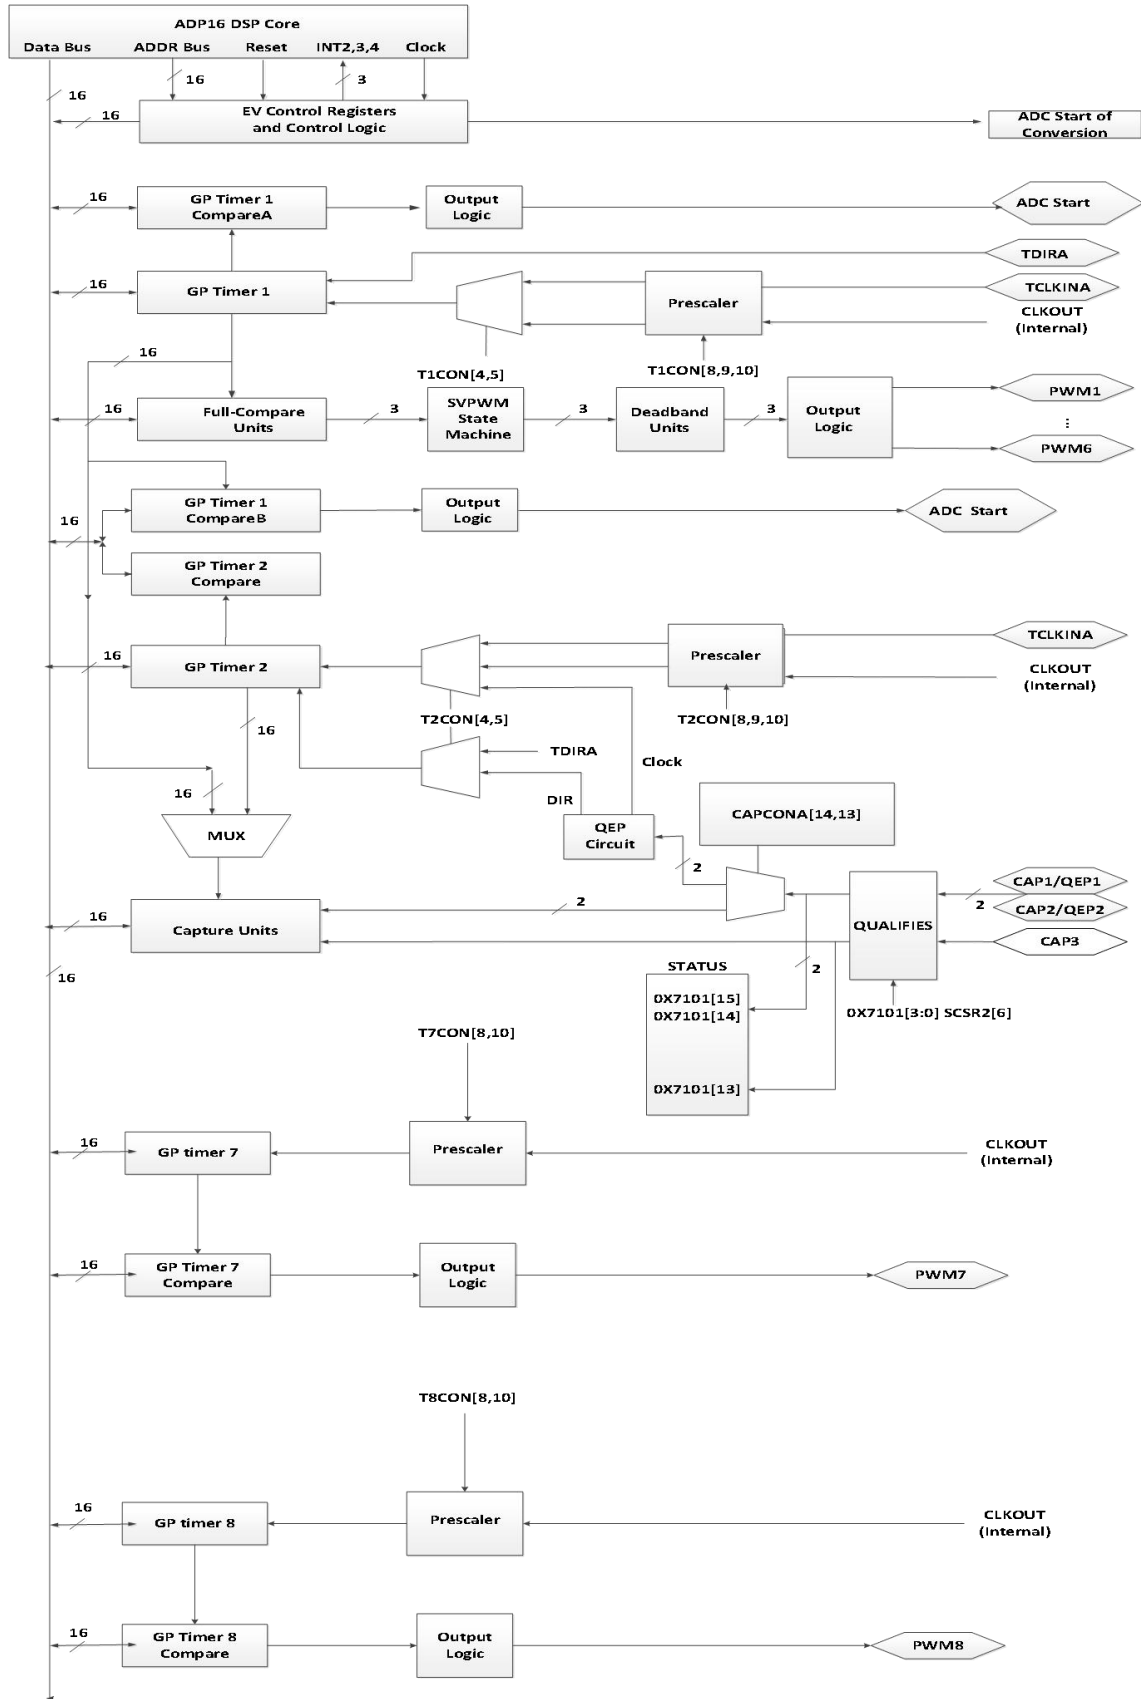

图 14-1 为事件管理器模块 (EM1) 结构框图
事件管理器模块包括通用(GP) 定时器、完全比较/ PWM 单元、捕获单元、和正交编码器脉冲(QEP) 电路。表 14-1 显示了使用的模块、信号名称、特性、功能, 并且标出了 EM1 命名规则,图 14-1 为事件管理器模块 (EM1) 结构框图。